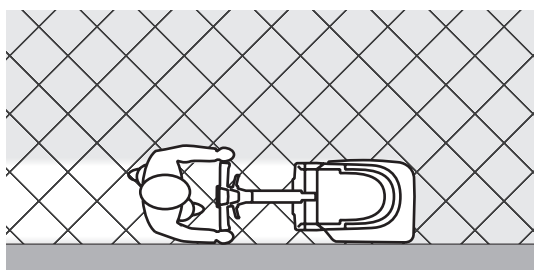

Рис. 3
6. Управляя машиной, держа руки на круглых ручках (6), начните чистку/сушку пола.
*Круглые ручки (6) оборудованы датчиками, которые позволяют запускать щетку и подачу раствора только в том случае, когда хотя бы на одной ручке находится рука оператора.*
8. Для сбора среднего и крупного мусора поднимите переднюю швабру, нажав на рычаг (7). Чтобы удерживать переднюю швабру в поднятом состоянии, нажмите рычаг (7) заблокируйте его с помощью кнопки (9-A).
9. Если требуется, чтобы во время работы можно было наклонять ручку управления, нажмите рычаг (8) и заблокируйте его с помощью кнопки (9-B).
*Чтобы разблокировать работу кнопок (9-A, 9-B) и вернуться в состояние с поднятой передней шваброй и зафиксированной ручкой управления, нажмите и сразу отпустите рычаг швабры (7) или рычаг наклона ручки управления (8).*
10. В случае полов с особо стойким загрязнением можно увеличить давление щетки на пол, повернув круглую ручку (19) влево. Для уменьшения давления поверните круглую ручку (19) вправо.
*Для правильного подметания/сушки полов вдоль стен Nilfisk рекомендует проходить рядом со стенами правой стороной машины, как показано на Рис. 3.*